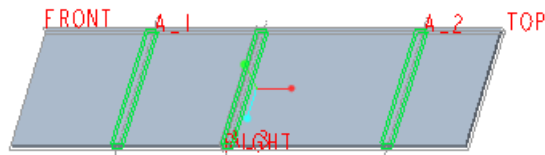

图 1-292 展平状态
(1) 在功能区“模型”选项卡的“折弯”组中单击 (展平) 按钮,打开“展平”选项卡。
(2) 在“展平”选项卡中默认选中 (自动全选) 按钮,以自动选择模型中的全部折弯几何。
(3) 对于在展平时保持固定的钣金曲面,本例接受系统默认设置。
(4) 在“展平”选项卡中单击 (完成) 按钮,展平的钣金件模型如图 1-292 所示。